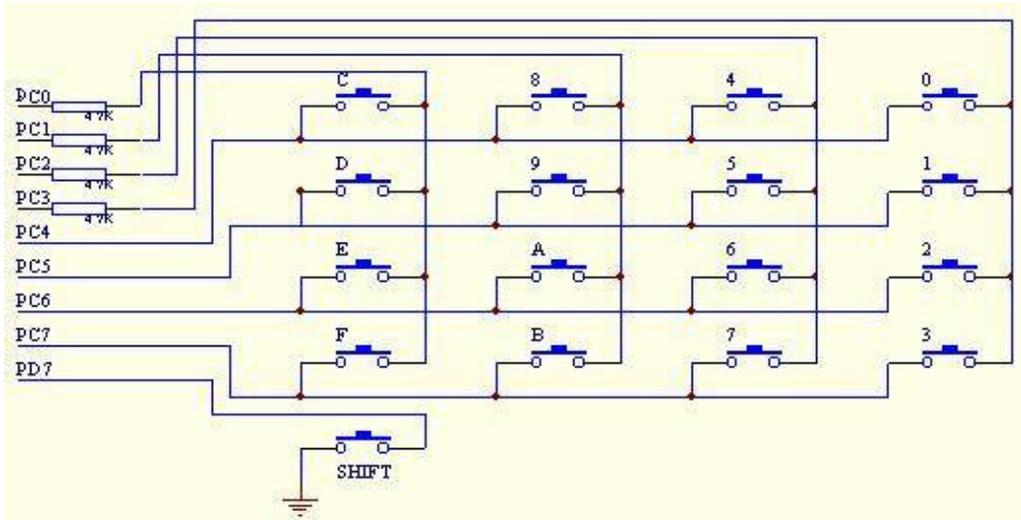

图 3.26
10. **17 键键盘模块**图 3.26:接 AT90S8515 的 PC 口,16 个数字键,另一个 SHIFT 换档键,当按下 SHIFT 键,同时按数字键,即实现该键上档命令,当然根据程序的要求,这些数字的名称可以重新定义,不仿一试;如果 PC7 端用接插线接地,又 DC0,DC1,DC2,DC3 接到 I/O 口,则 F 键,B 键,7 键,3 键可当按钮开关输入用。